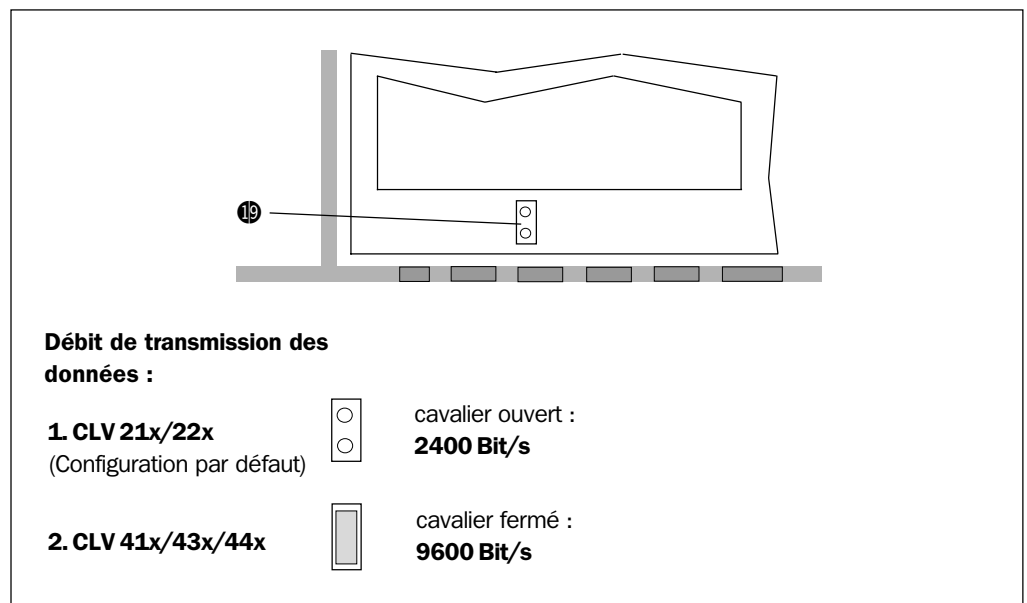

Fig. 5-6 : Réglage du débit de transmission des données de l'afficheur
➤ Régler le débit de transmission des données à l'arrière de l'afficheur selon la *fig. 5-6* (cavalier ⑱).